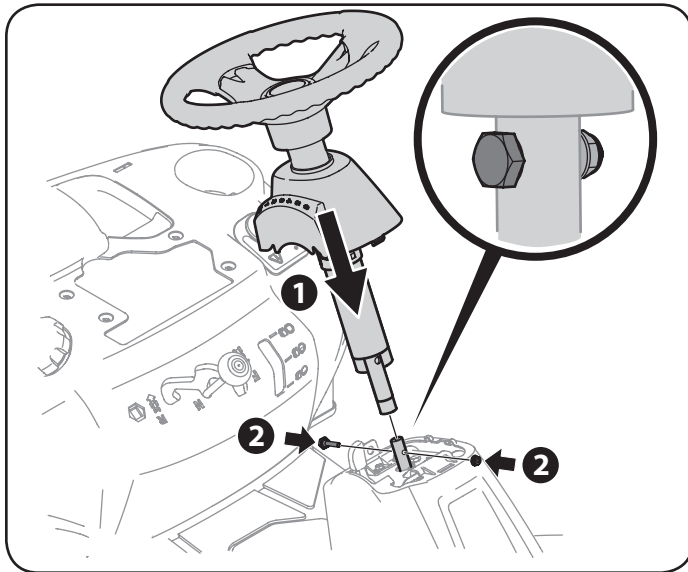

Figura 3
4. Baje el conjunto del volante sobre el árbol inferior de la dirección (1) y sujételo con el perno y la tuerca de seguridad (2) que extrajo previamente. Vea la Figura 3.